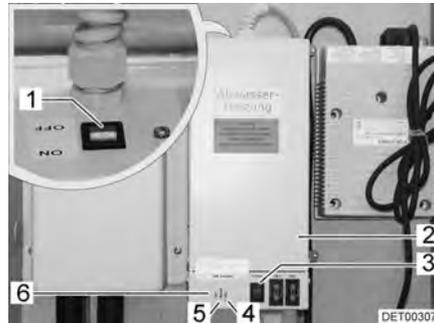

Fig. 122 Transformador con aparato regulador
Según el modelo, el transformador de 230 V AC/12 V DC (Fig. 122,2) estará instalado en el armario ropero o en el baúl del grupo de asientos.
- La luz de control (Fig. 122,5) se enciende de color verde: Regulación en funcionamiento
- Las luces de control (Fig. 122,4 y 6) se encienden rojas: Las tuberías de aguas residuales se calientan
La carcasa tiene un pulsador de prueba (Fig. 122,3) integrado con el cual se puede poner en funcionamiento brevemente el aparato regulador. Presionando el pulsador de prueba se puede comprobar el funcionamiento del calentamiento aún cuando la temperatura ambiente sobrepase los 5 °C.
- Poner el interruptor (Fig. 122,1) en el transformador (Fig. 122,2) en "ON".
- Poner el interruptor (Fig. 122,1) en el transformador (Fig. 122,2) en "OFF".